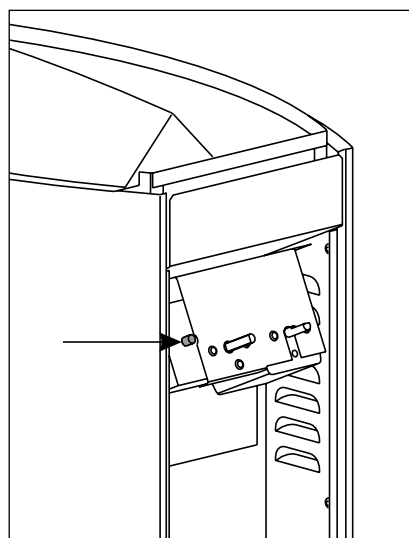

Рисунок 12. Кнопка возврата предохранителя от перегрева
Кнопка для возвращения предохранителя в рабочее состояние находится в корпусе термостата, в электрокоробке (См. рис. 12), и поэтому, перед проведением работы, предохранители электрокаменки, находящиеся в электрощите, должны быть сняты (или выключатель сети – отключен).
3. Удалите крепежные винты (2) крышки соединительной коробки на нижнем конце коробки, затем снимите крышку с соединительной коробки.
4. Возвращение ограничителя осуществляется нажатием кнопки в позицию функционирования (сила давления соответствует приблизительно 7 кг), при этом ограничитель издает щелчок. См. рис. 12.